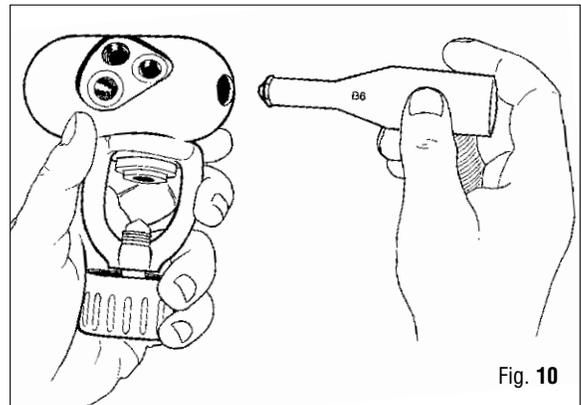

Fig. 10
20. Posicione correctamente y sin forzar, la Válvula Primera etapa (9) en el vástago (12) con la ayuda de la herramienta especial (B-6). (Fig. 10)